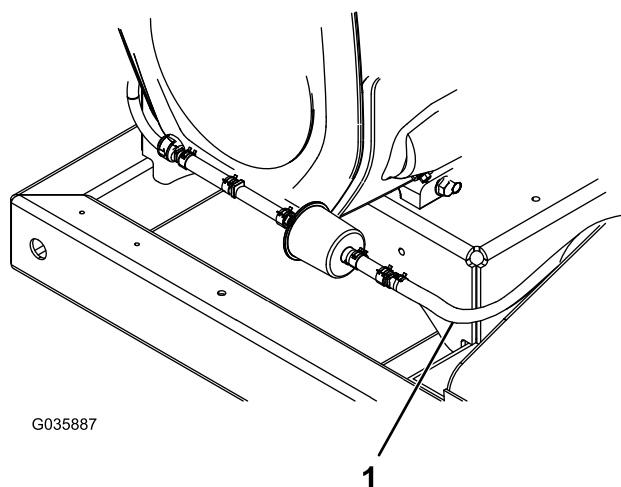

Рисунок 9
11. Присоедините шланг вентиляционной линии к фильтру с угольным элементом, используя ранее снятый шланговый хомут (**Рисунок 9**).